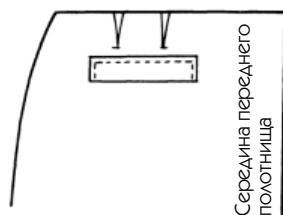

Рис. 492
На рис. 492 вы узнаете пример В из рис. 476.
1. Определите на вашем лекале (юбки, лифа или пальто) точные размеры и местоположение листочки кармана (рис. 492).